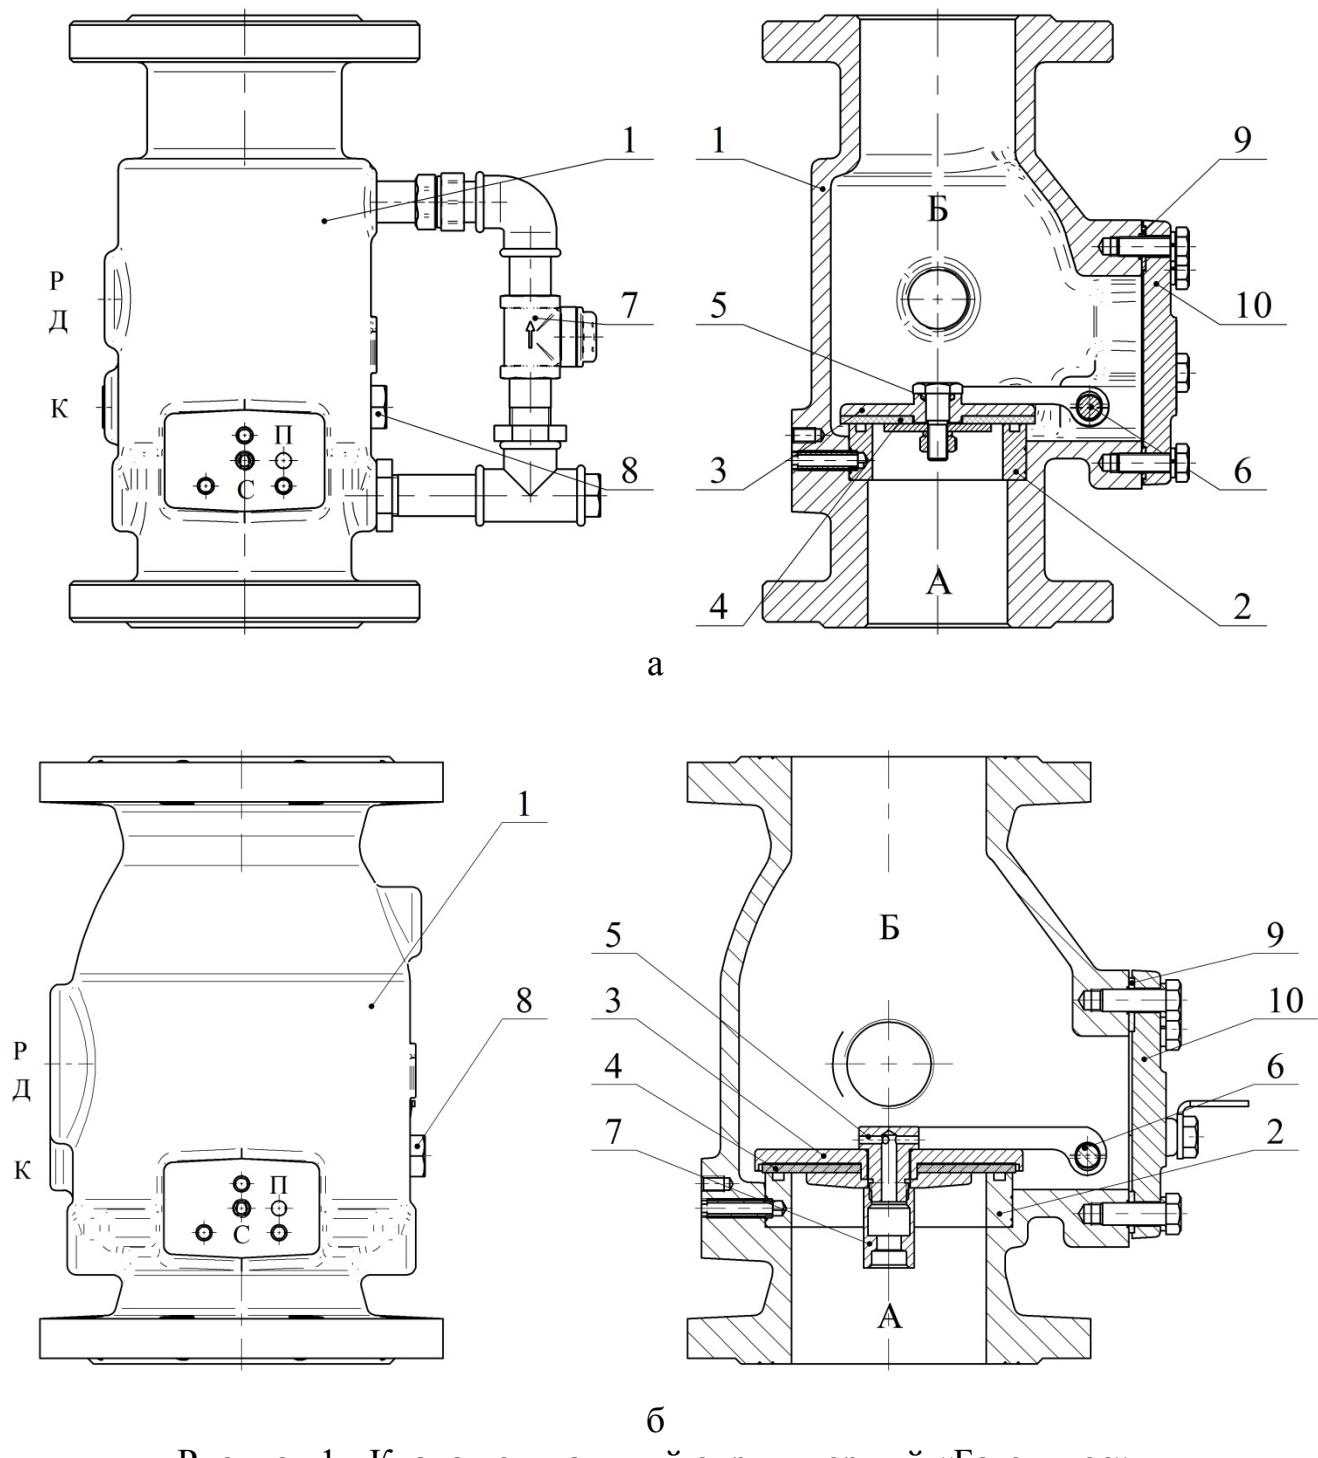

Рисунок 1 - Клапан сигнальный спринклерный «Баге плюс»
5.2 Клапан (К) (рисунок 1) состоит из корпуса 1, с входным «А» и выходным «Б» отверстиями, затвора 3, установленного шарнирно на оси 6, которая фиксируется от смещения двумя пробками 8. Необходимое уплотнение, между затвором 3 и седлом 2, обеспечивается резиновой пластиной 4, закрепленной на затворе при помощи болта 5 (в УУ DN 100 и DN 150 болт выполняет роль компенсатора для подпитки питающего трубопровода; в УУ DN 65 и DN 80 данный компенсатор выполнен в корпусе клапана). Обратный клапан 7, препятствует сбросу давления в питающем трубопроводе при его уменьшении в подводящем трубопроводе. В УУ DN 65 и DN 80 обратный клапан установлен снаружи корпуса (рисунок 1а), в УУ DN 100 и DN 150 обратный клапан установлен внутри корпуса (рисунок 1б). Для ремонта и обслуживания клапана, в его корпусе предусмотрено окно, закрытое крышкой 10 с прокладкой 9.
– снять крышку 10 (рисунок 1), открутить пробки 8, вынуть ось 6, вынуть затвор 3; – произвести осмотр резиновой пластины 4 и прокладки 9, при необходимости заменить;